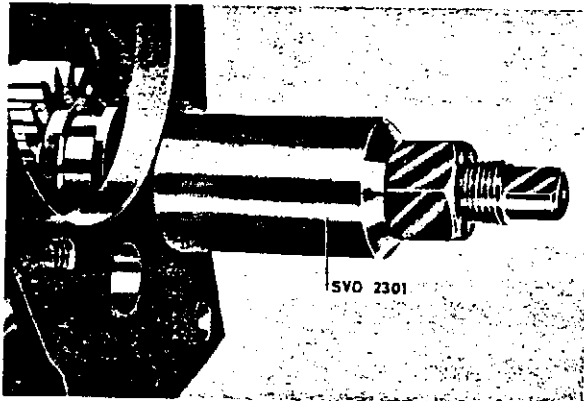

Abb. 24 Ausbauen des Rücklaufrades
10. Vorgelegerad herausnehmen. Welle für Rücklaufrad mit Abziehvorrichtung SVO 2301 herausziehen. Siehe Abb. 24. Rücklaufrad und übrige Teile herausnehmen.